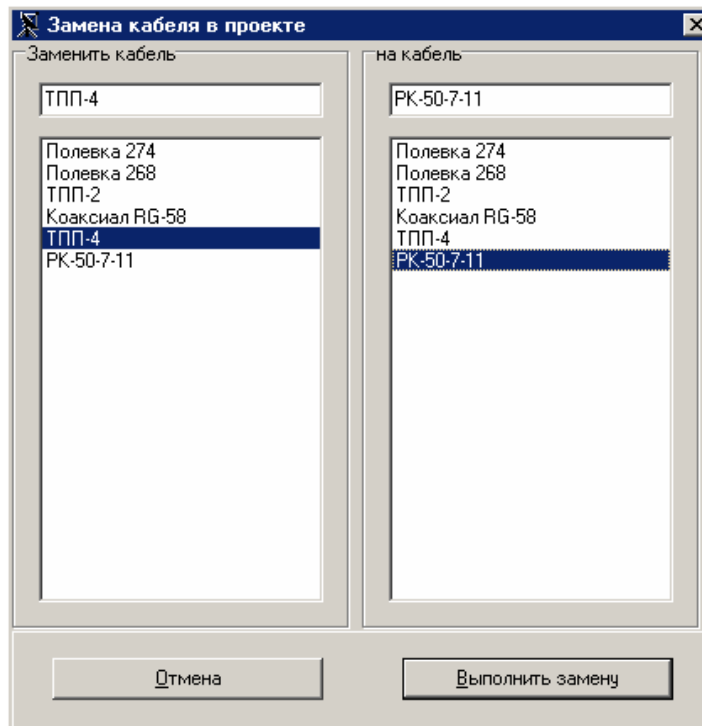

Рисунок 17 – Замена кабеля
11. Команда **Действие \ Замена кабеля** заменяет в таблице луча один тип кабеля линии связи на другой тип для всего луча (рисунок 17).